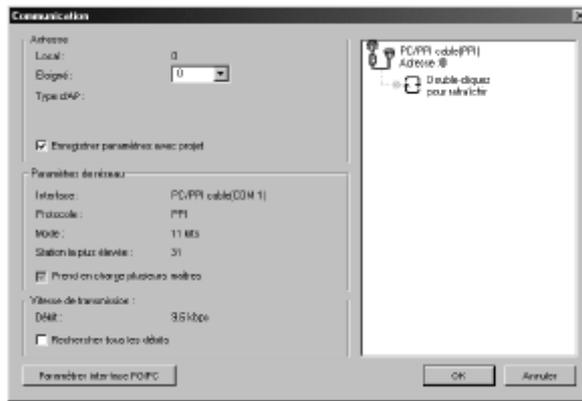

Figure 2 Etablissement de la communication avec le S7-200
- 2- Cliquez sur l'icône STEP 7-Micro/WIN pour ouvrir un nouveau projet. La figure 2 montre un nouveau projet.